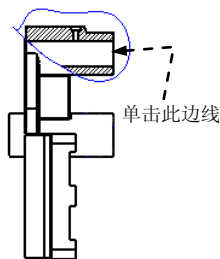

图 8.1.9 操作过程（一）
(1) 在“绘图视图”对话框中，选取 **类别** 区域中的 **截面** 选项；将 **剖面选项** 设置为 **2D 剖面**，然后单击 **+** 按钮；在 **名称** 下拉列表框中选取剖截面 **B**，在 **剖切区域** 下拉列表框中选取 **局部** 选项；单击图 8.1.9 所示的视图上的边线，绘制图中所示的局部区域的边界，当绘制到封闭时，单击鼠标中键结束绘制，然后单击 **应用** 按钮。